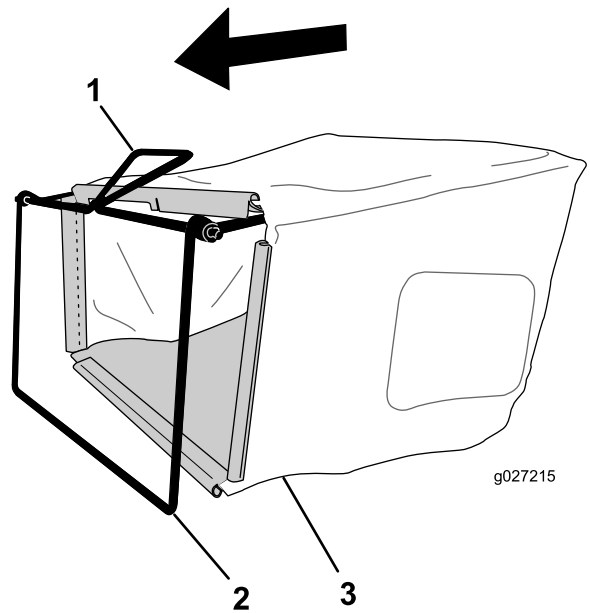

Figura 7
1. Coloque el recogedor sobre el bastidor, según se muestra en la Figura 7.
**Nota:** No coloque la bolsa sobre el manillar (Figura 7).